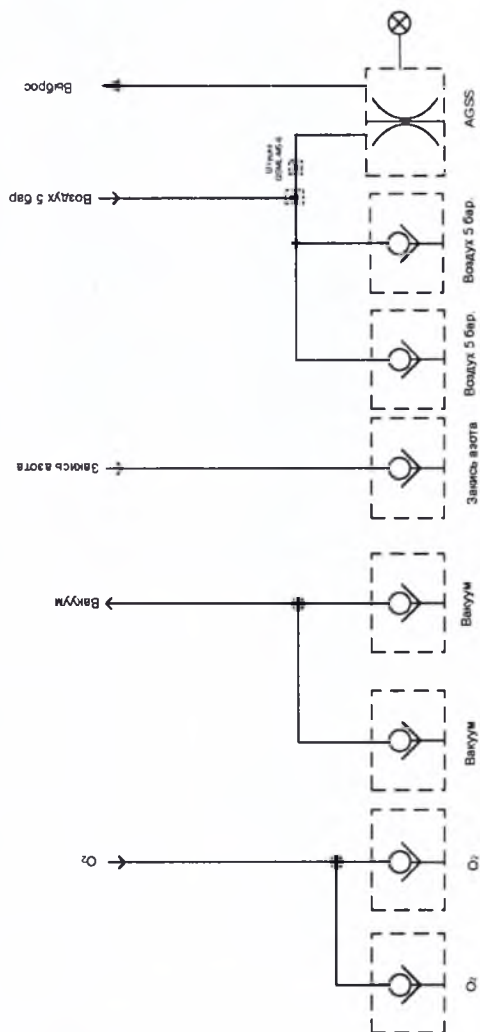
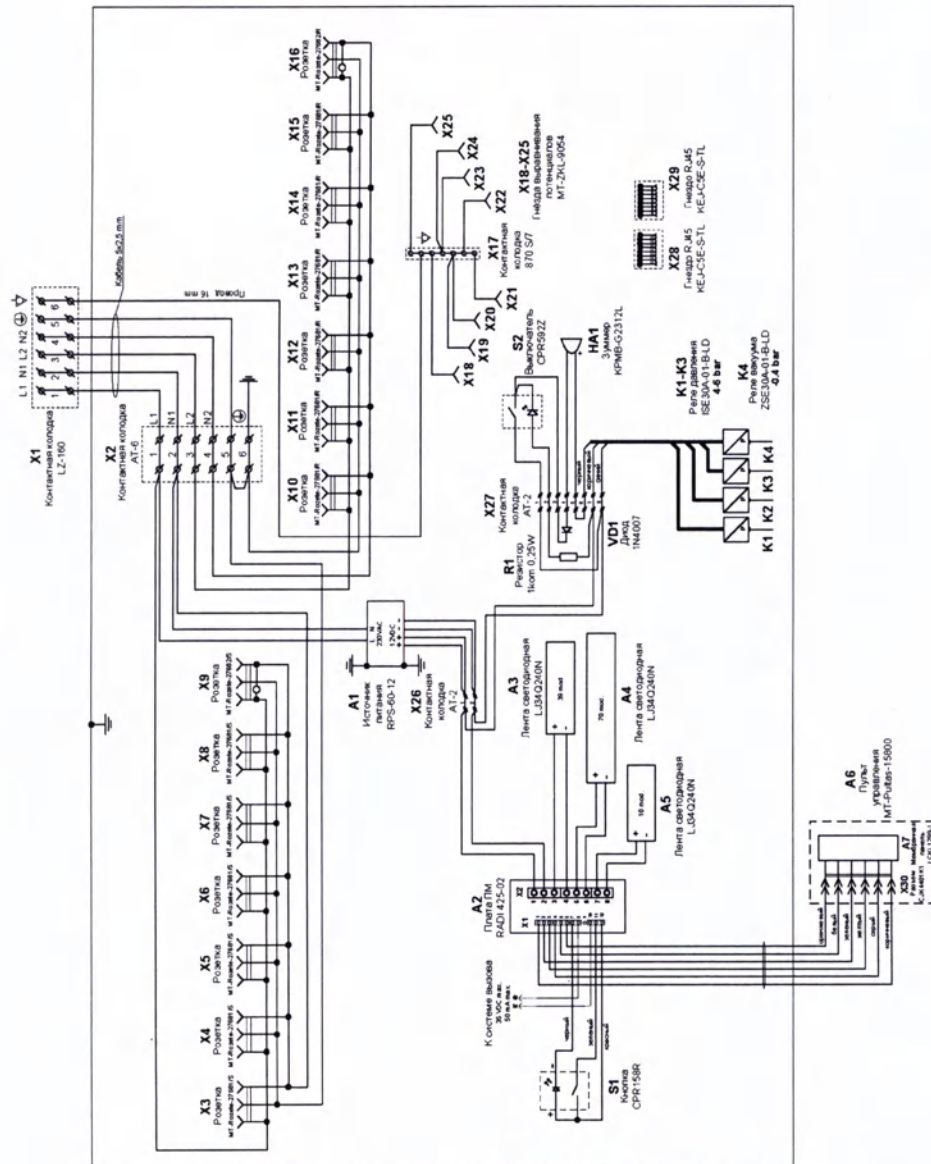

Рис. 2 Схема пневматическая потолочной консоли
Рис. 3 Схема электрическая потолочной консоли
6.3. Общий вид и составные части медицинского изделия – на Рис. 1, пневматическая схема – на Рис. 2, электрическая схема – на Рис. 3,
- Изделие оснащено встроенным **МНОГОРОЗЕТОЧНЫМ СЕТЕВЫМ СОЕДИНИТЕЛЕМ** (см. рис. 3, розетки X1-X3 и X4-X6). Подсоединение электрических изделий к **МНОГОРОЗЕТОЧНОМУ СЕТЕВОМУ СОЕДИНИТЕЛЮ** фактически приводит к созданию **МЕДИЦИНСКОЙ ЭЛЕКТРИЧЕСКОЙ СИСТЕМЫ**, что в результате может снижать уровень безопасности согласно стандарту ГОСТ Р МЭК 60601-1-2010.